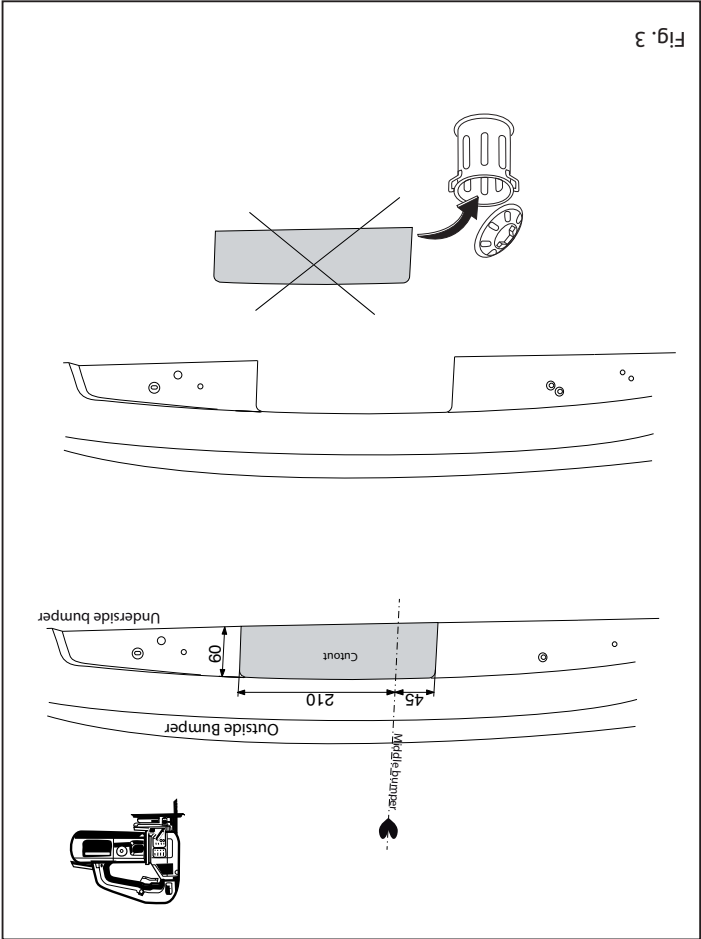

Fig. 3
6. Gemäß Abb.3 das angegebene Teil ausschneiden.
6. Scier la partie indiquée conformément à la figure 3.